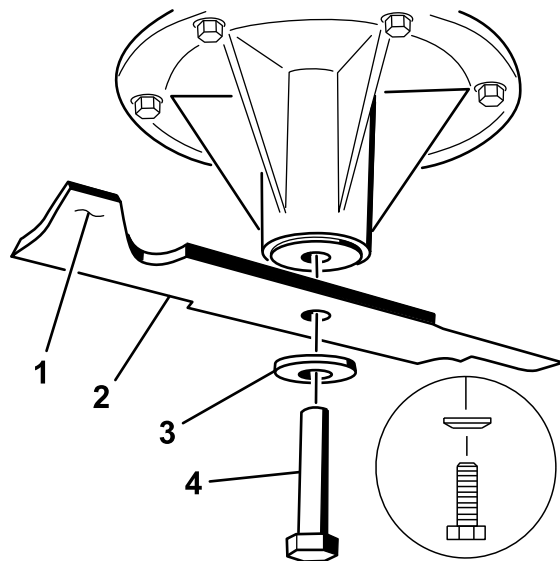

Figura 89
1. Instale la cuchilla en el eje (Figura 89).
2. Instale la arandela de muelle y el perno de la cuchilla. El cono de la arandela de muelle debe estar orientado hacia la cabeza del perno (Figura 89). Apriete el perno de la cuchilla a 115–150 Nm (85–110 pies-libra).